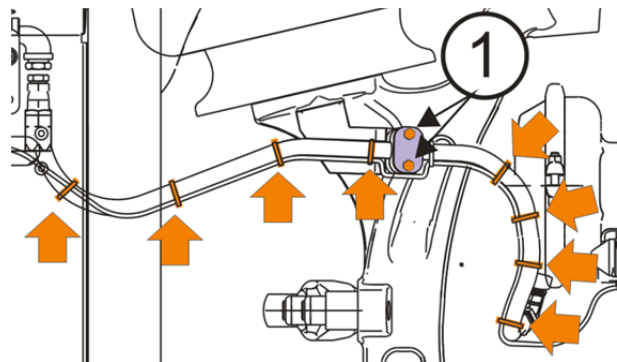

FIGURE 7
5. Réinstaller la bride (voir figure 7).
7. Fixer le fil du capteur ABS à l'aide de huit (8) attaches de nylon double. Placer les attaches aux endroits indiqués sur l'image (voir les figures 7 & 9).